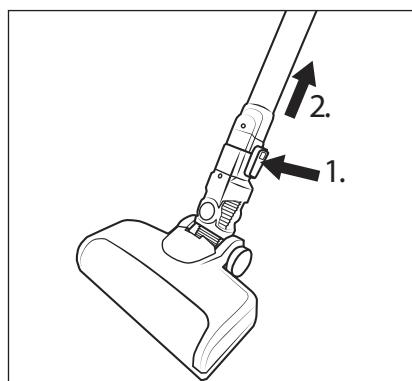

Fig. 12
- ◆ For at fjerne gulvbørsten **22** fra sugerøret **24**, skal du trykke på oplåsningsknappen til gulvbørsten **23** og holde den nede og tage sugerøret **24** ud af gulvbørsten **22** (se fig. 12).